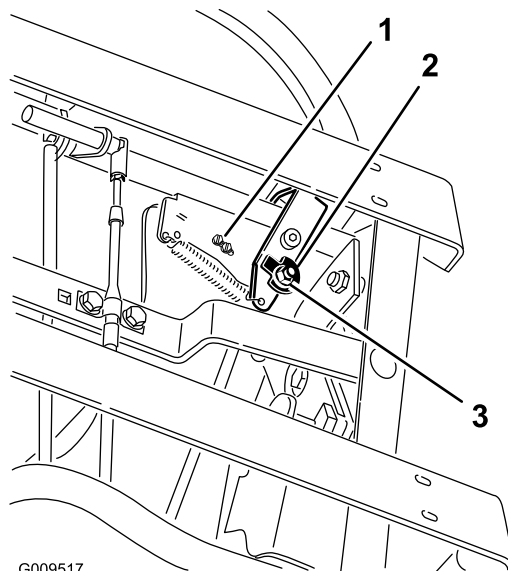
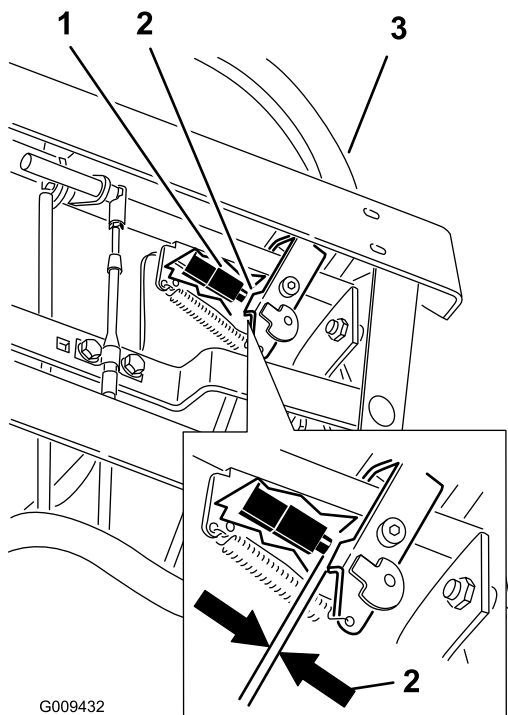

Figura 69
Figura 70
10. Controllate la distanza tra la leva di comando e il comando come indicato nella Figura 70. La distanza deve essere di 3 mm con la leva di controllo del movimento destra in posizione di sblocco in folle.
11. Se necessario, allentate le viti che sorreggono il comando e regolatelo (Figura 69 e Figura 70).
7. Allentate il dado e il bullone che reggono la camma (Figura 69).